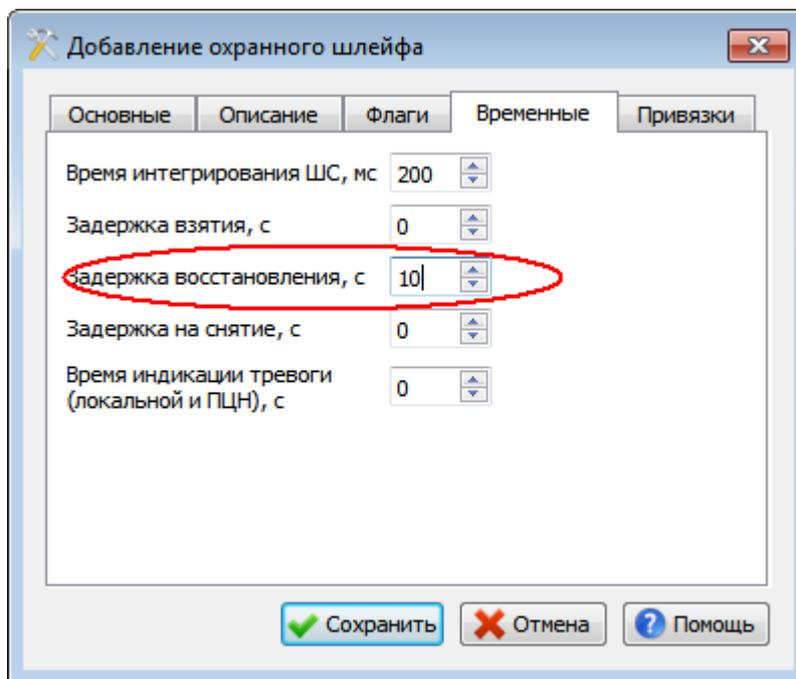

Рис. 66
- Затем откройте вкладку «Временные» и установите в поле «Задержка восстановления, с» значение «10», как показано на Рис. 66.